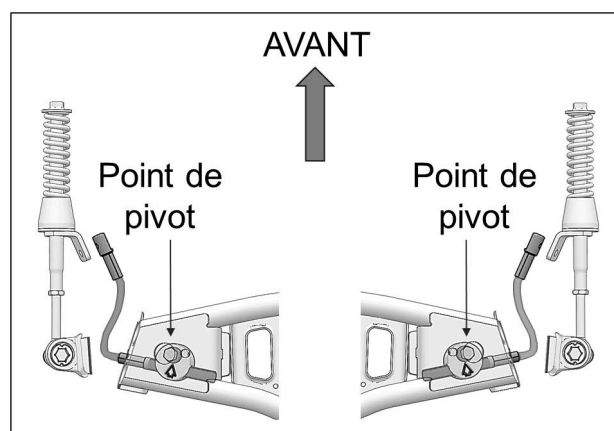

Fig. 29
15. À l'assemblage, assurez-vous que le point de pivot du disque en aluminium soit positionné en avant du câble du limiteur de conduite. Voir la Fig. 29